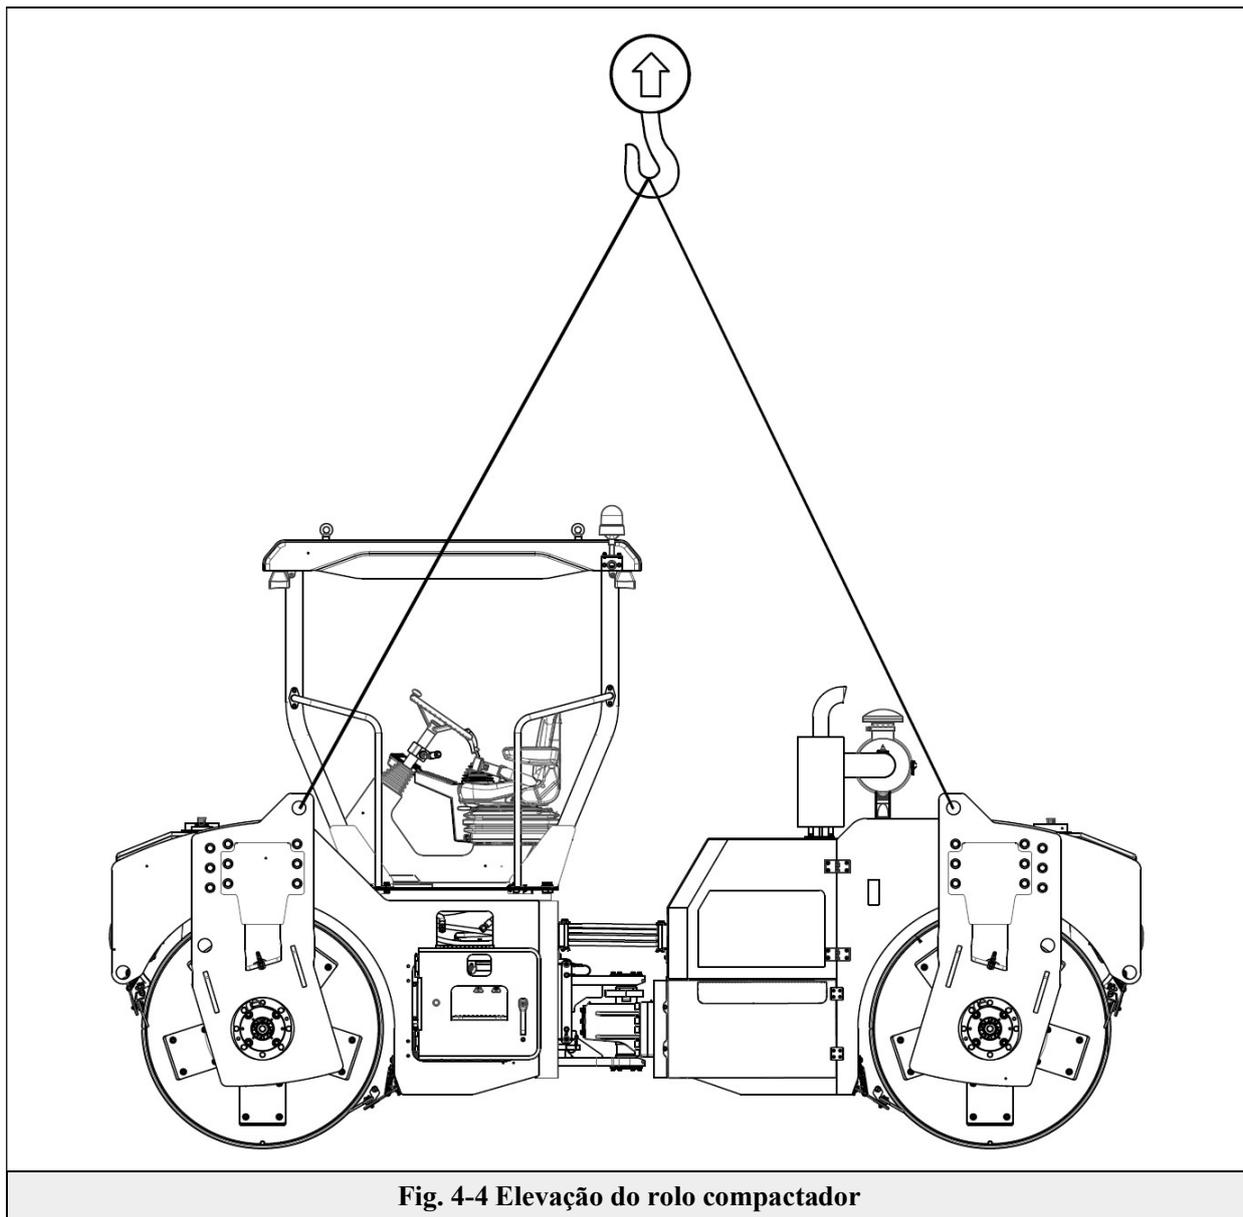

Fig. 4-4 Elevação do rolo compactador
- Os ganchos, polias, correntes de ferro e cabos de aço das máquinas de içamento devem ser seguros e confiáveis (ver a Fig. 4-4);